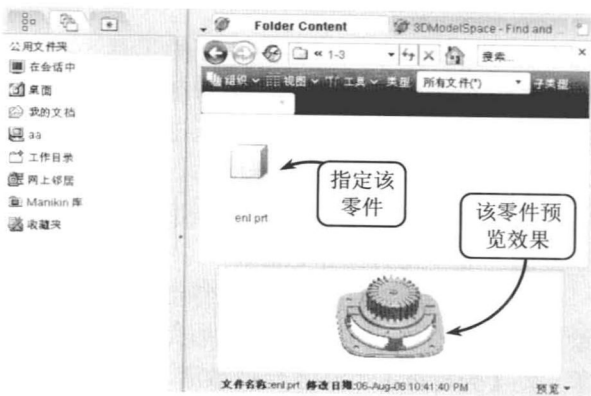

图 1-13 预览零件
- **文件夹浏览器** 主要用于查看硬盘或网络上的文件。在文件夹浏览器中双击文件夹,即可在右侧的浏览器中显示全部文件。此时如果在浏览器中选择 Pro/E 文件,系统则会在下方显示预览窗口,效果如图1-13所示。